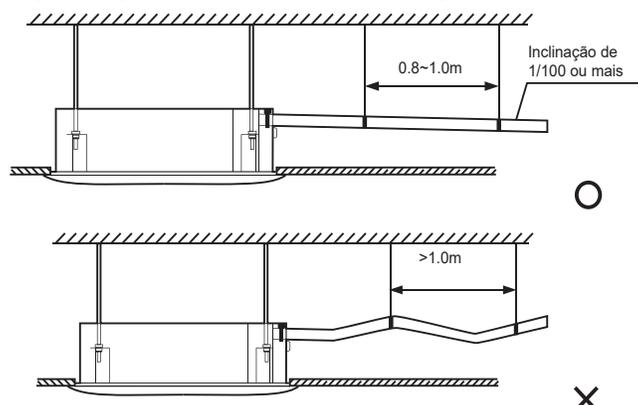

Figura 34
4. A fim de evitar o refluxo de água para o interior do ar-condicionado quando a operação for interrompida, o tubo de descarga de água deve ficar inclinado para baixo em direção à parte externa (lado de drenagem) com uma inclinação de mais de 1/100. Certifique-se de que o tubo de descarga de água não dilate nem acumule água, caso contrário, ocorrem ruídos estranhos. Consulte a Figura 34.
5. Ao conectar a tubulação de descarga de água, não aplique força quando puxar os tubos para evitar que as conexões do tubo de sucção de água se soltem. Ao mesmo tempo, defina um ponto de apoio a cada 0,8 a 1 m para evitar que os tubos de descarga de água flexionem. Consulte a Figura 34.